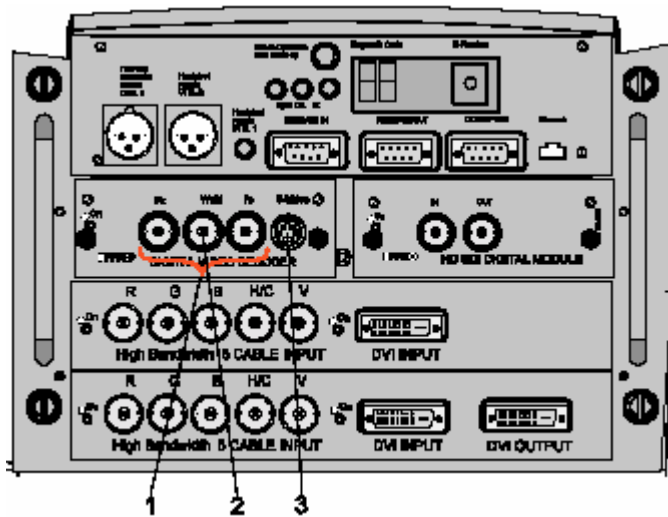

图 4-7 :
1. 将你的输入源输出端与数字视频解码器模块相应的输入端连接（见图 4-7）。